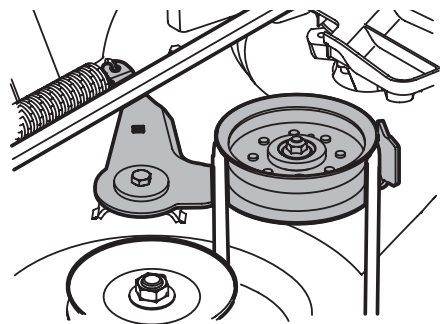

Figure 40
8. À partir du côté droit de l'appareil, insérez une clé à rochet de 3/8 po (réglée pour **serrer**) dans le trou carré sur le support de la poulie de tension. Voir Figure 40.
9. Déplacez la clé vers l'avant pour bouger la poulie d'entraînement du plateau. Voir Figure 40.